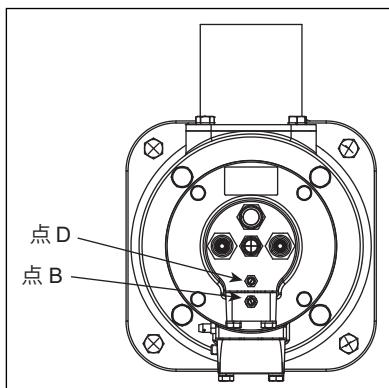

图 4.5. 设置高火燃气
- 4. 调节手动蝶阀直到测压孔 B 和测压孔 D 之间的燃气孔口两端的压差达到目标值为止（见图 4.5）。